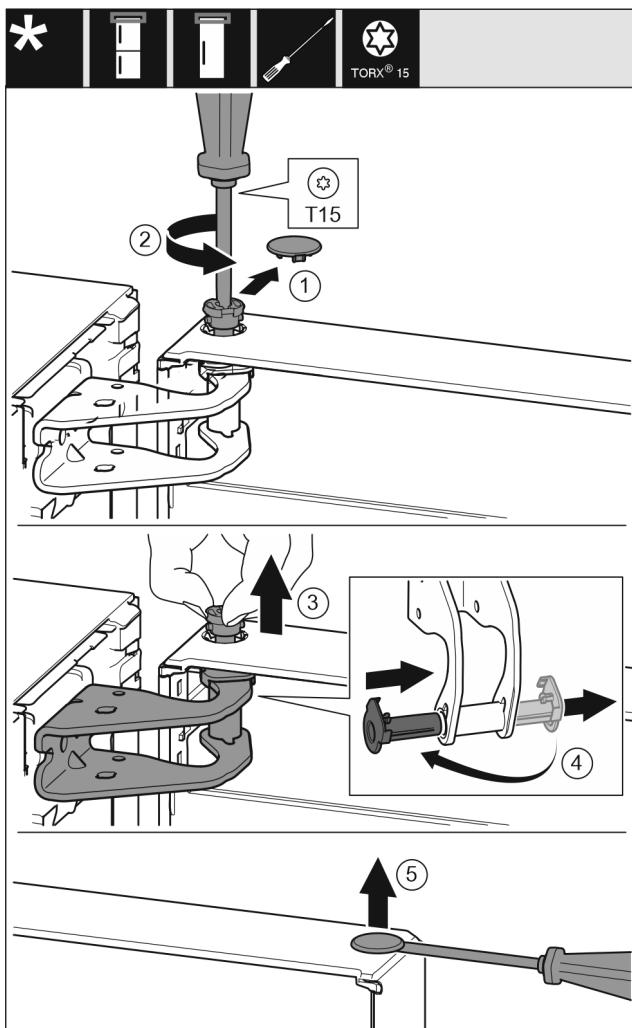

Fig. 13
- Обережно зніміть запобіжну кришку. Fig. 13 (1)
- Трохи викрутіть гвинт за допомогою викрутки T15. Fig. 13 (2)
- Притримуйте дверцята і витягніть палець руками. Fig. 13 (3)
- Витягніть із напрямної опорну втулку. Встановіть і зафіксуйте з іншого боку. Fig. 13 (4)
- За допомогою шліцевої викрутки обережно підійміть пробку із опорного втулка дверцят та витягніть її. Fig. 13 (5)